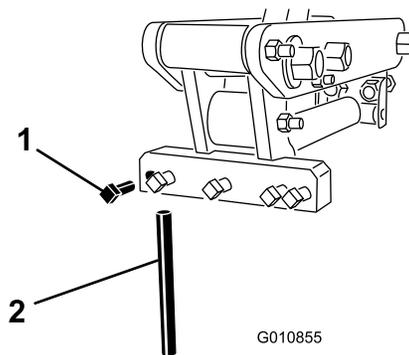

図 24
3. エアレータに既にタインが付いている場合には、クランプ・ボルトをゆるめてそれらのタインを取り外す(図 24)。